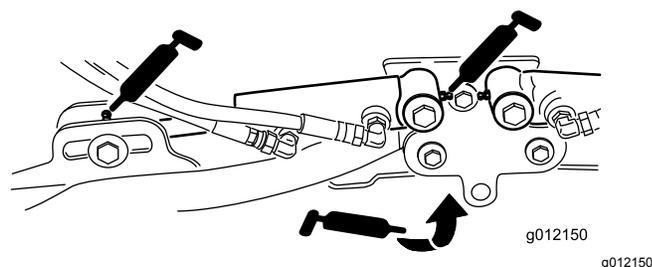

Рисунок 75
- Цилиндры подъемных рычагов режущего блока (по 2 шт.) (Рисунок 75).
- Оси поворота подъемного рычага (по 1 шт.) (Рисунок 75)